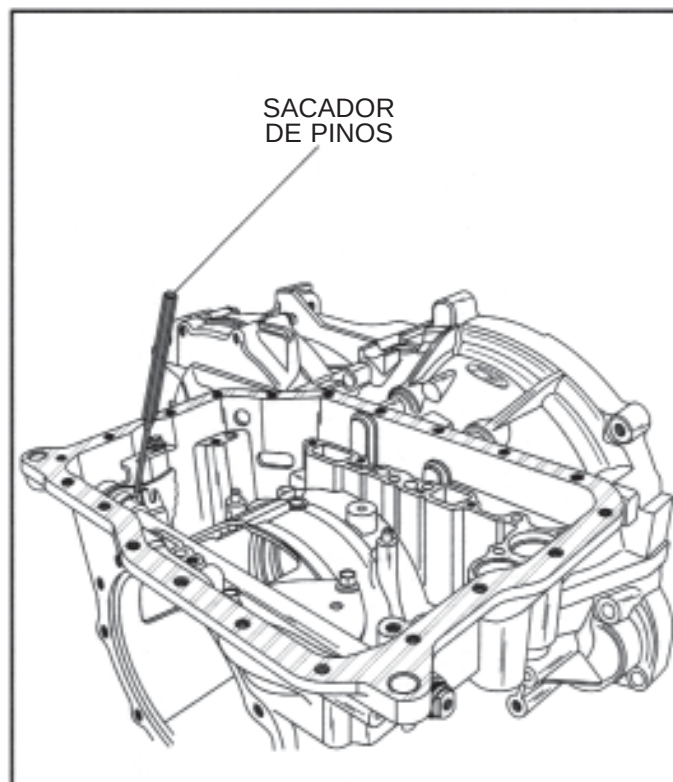

Figura 42
38. Remova o pino do eixo da alavanca manual utilizando um sacador de pino e um martelo pequeno, conforme ilustrado na Figura 42.